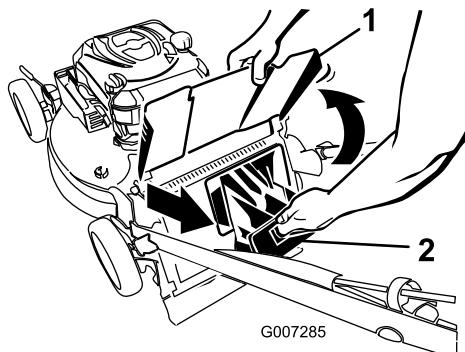

**Figure 22**
- Faites passer le câble du lanceur autour du guide inférieur (Figure 22).